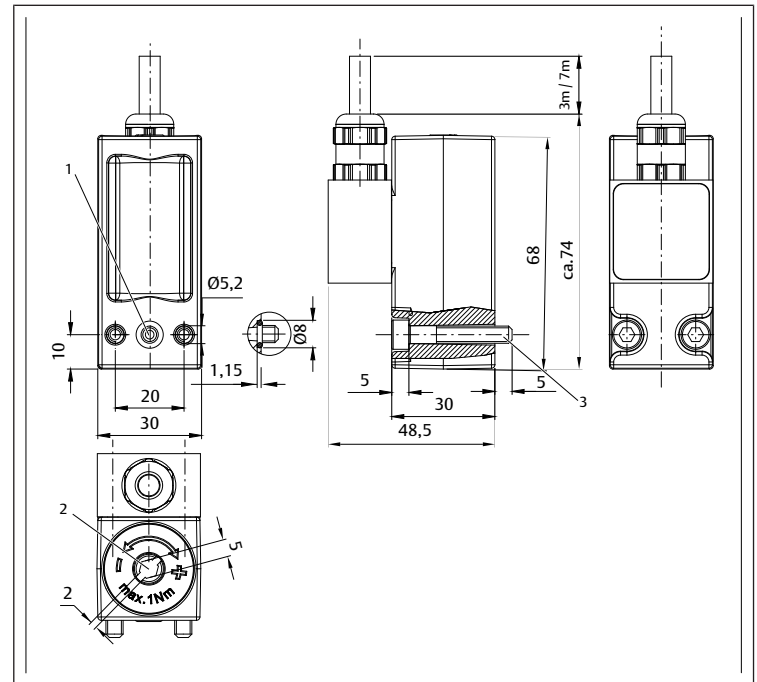

Fig. 1: Raccord pneumatique à bride
- Raccord à bride M5 : $M_A = 2,5^{+0,5}$ Nm (voir → Fig. 1)